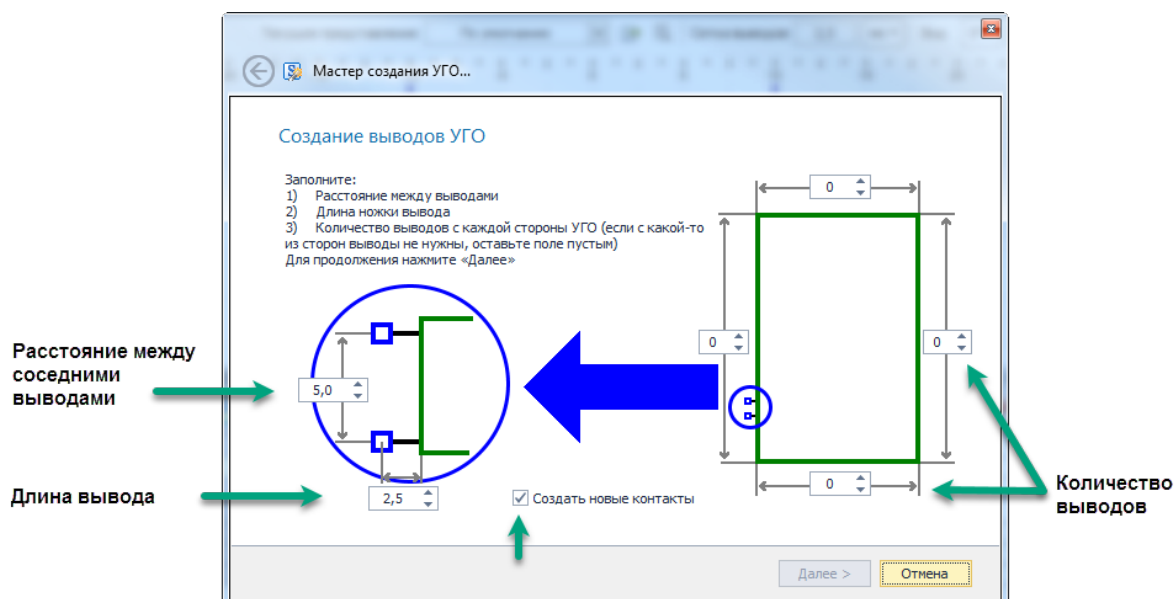

Рис. 232 Настройка параметров выводов
2. На следующем шаге мастера ввести следующие данные (см. Рис. 232):